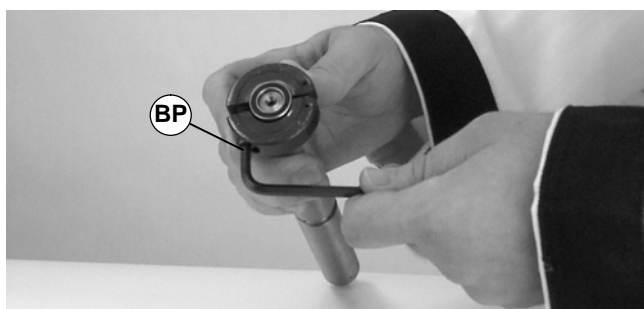

Abbildung 47
2. Mit einem 3/16" Innensechskantschlüssel (BP siehe Abbildung 47) das Werkzeug fest anziehen.